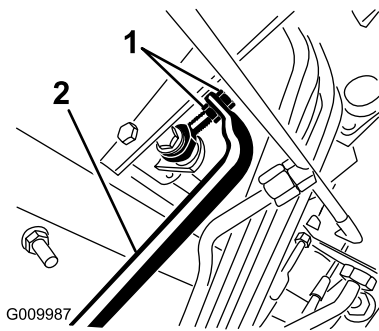

Bild 96
- Stellen Sie die Klemmmuttern am Pumpenstangenende ein, um das Pumpensteuerungsrohr nach vorne zu verschieben, um ein Kriechen nach vorne zu vermeiden, oder um das Pumpensteuerungsrohr nach hinten zu verschieben, um ein Kriechen nach hinten zu vermeiden (Bild 96).